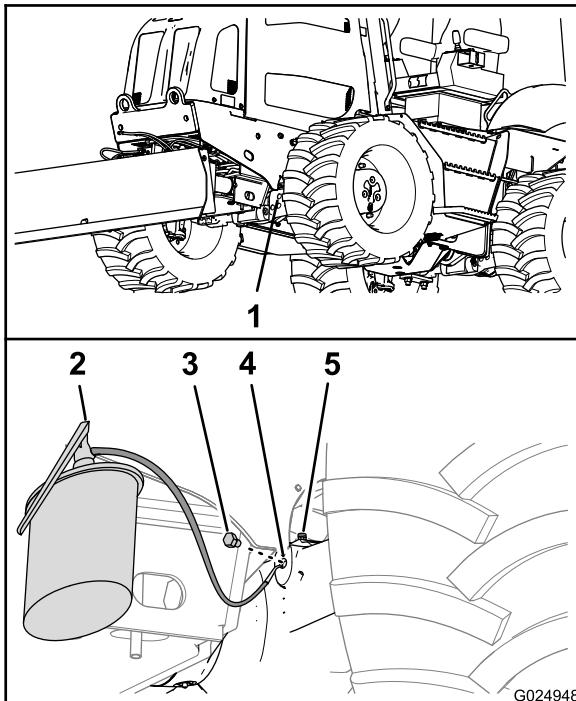
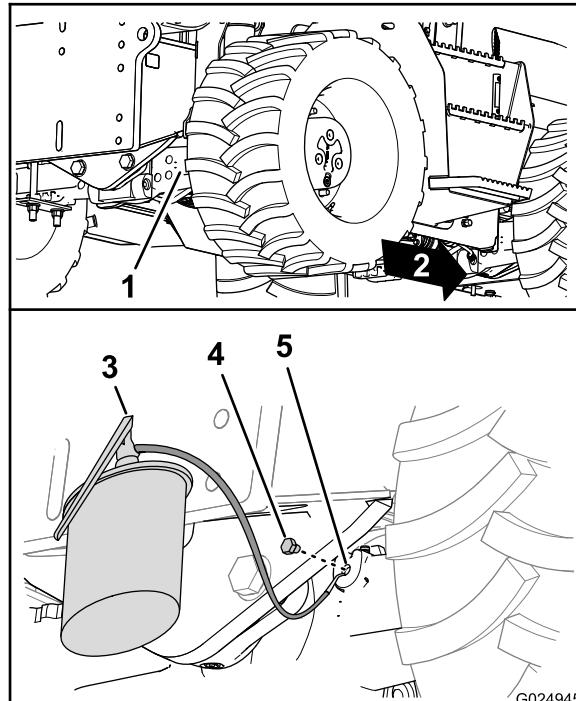

Figura 95
Figura 96
5. Instale os bujões de drenagem nos orifícios de drenagem nas caixas do pinhão (Figura 95 e Figura 96).
- 6. Adicione o óleo especificado nos eixos pelo orifício de nível até o nível se alinhar com a borda inferior do orifício (Figura 95 e Figura 96).
- 8. Instale os bujões nos orifícios de nível das caixas do pinhão para os eixos (Figura 95 e Figura 96).